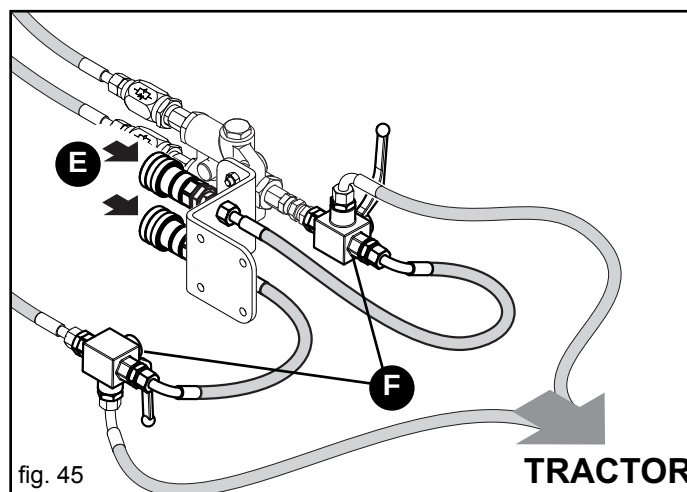

fig. 45
Nelle versioni 500 e 600 l'impianto oleodinamico del segnafile può essere dotato di rubinetti a 3 vie (F, Fig. 45) che consentono di gestire e controllare, con il medesimo distributore del trattore, un'applicazione aggiuntiva (E) utilizzabile con seminatrice ferma (esempio: apparecchiatura per il carico della tramoggia semi).